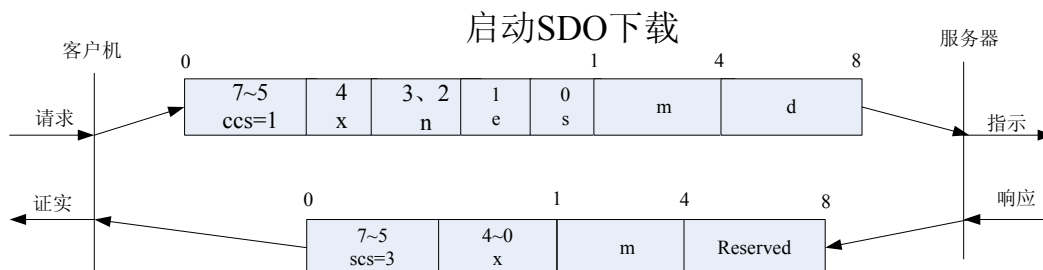

图 I -1 启动SDO下载协议
1) . 启动SDO下载协议 (如图 I -1所示)
以下是图 I -1协议的SDO 命令字 (SDO CAN报文的第一个字节) 语法和细节说明: